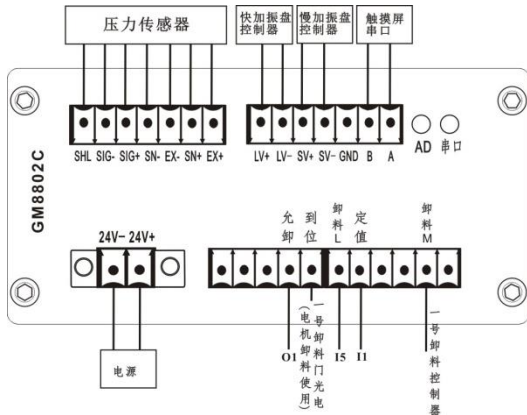

图 8 GM8802C 接线图
①假设图 8 为 GM8802C 的一号设备接线图，当其与 GM04LU 连接需要的开关量为：允卸、卸料 L、定值。
②将“允卸”信号连接至 GM04LU 模块的 O1 接口、“卸料 L”连接至 I5，“定值”连接至 I1。